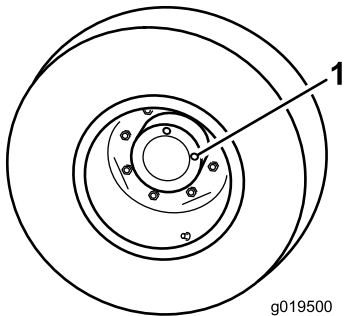

Figura 14
1. Con la máquina en una superficie nivelada, coloque la rueda con un tapón de verificación (Figura 14) en la posición de las 12 y el otro en la posición de las 3.
1. Tapón de verificación/drenaje (2)
2. Retire el tapón de la posición de las 3 (Figura 14). El aceite debe llegar a la parte inferior del orificio del tapón de verificación.